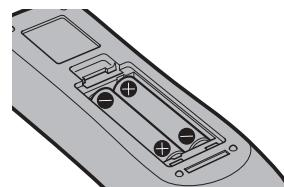

Abb. 2
- 2) **Legen Sie die Batterien ein und schließen Sie die Abdeckung (Legen Sie die Seite „+“ zuerst ein) (Abb. 2)**